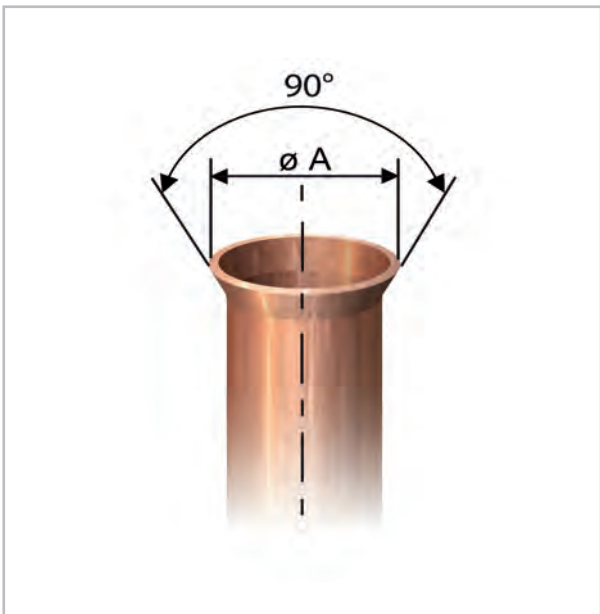

Fig. 36: Bord relevé de forme adéquate
9. ➤ Vérifiez que le bord relevé présente la forme adéquate (Voir la Fig. 36).